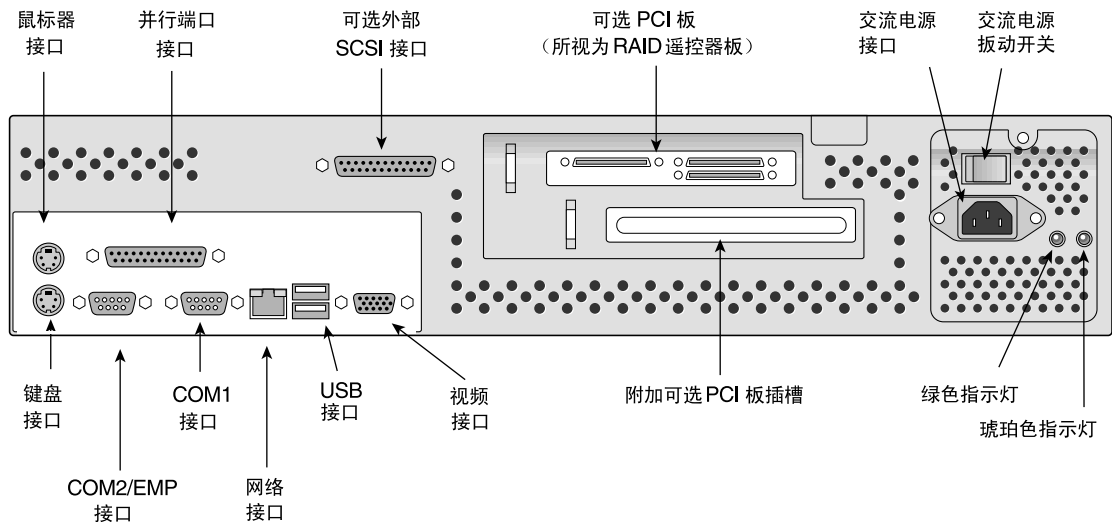

图 2 SGI 1200 服务器后部接口和控制装置
- 将下列您想使用的常见外围设备连接到图 2 所示的接口上。